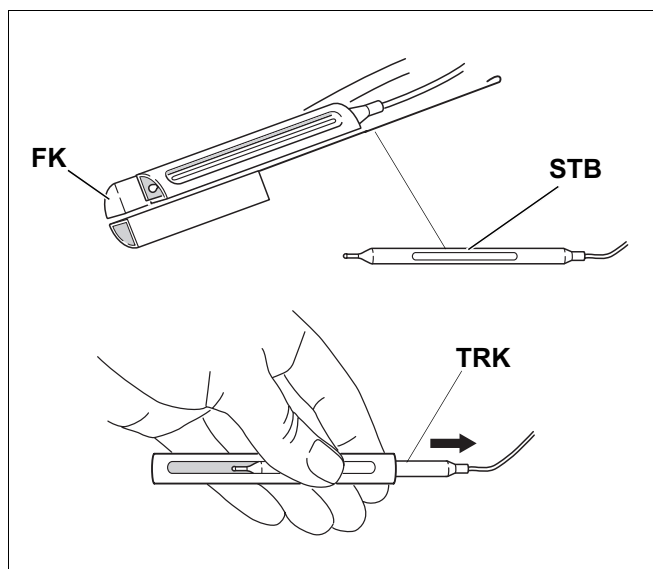

Fig. 51
Forskjellen mellom sikkerhetstermostatføleren og termostatføleren er at sikkerhetstermostatføleren har en fordypning på siden (fig. 51).
- Skyv termostatføleren **TRK** ut av følerholderen ved å trykke lett (fig. 51).